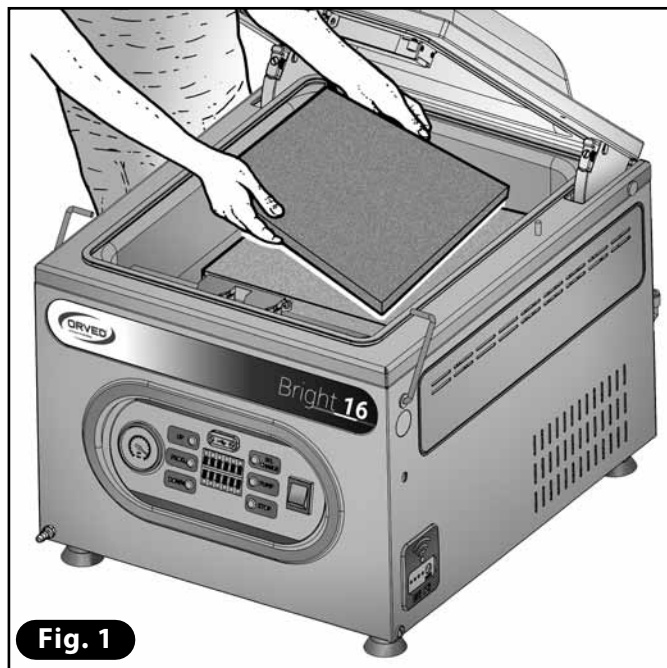

Fig. 1
- 4) Rimuovere i ripiani in PE dalla vasca (**Fig. 1**).